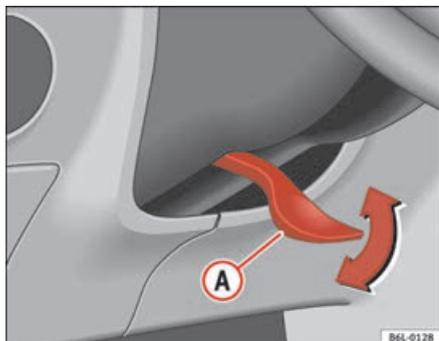

Fig. 97 Regolazione della posizione del volante
- Abbassare la leva **A** ⇒ fig. 97 che si trova sotto il piantone dello sterzo ⇒ ⚠.